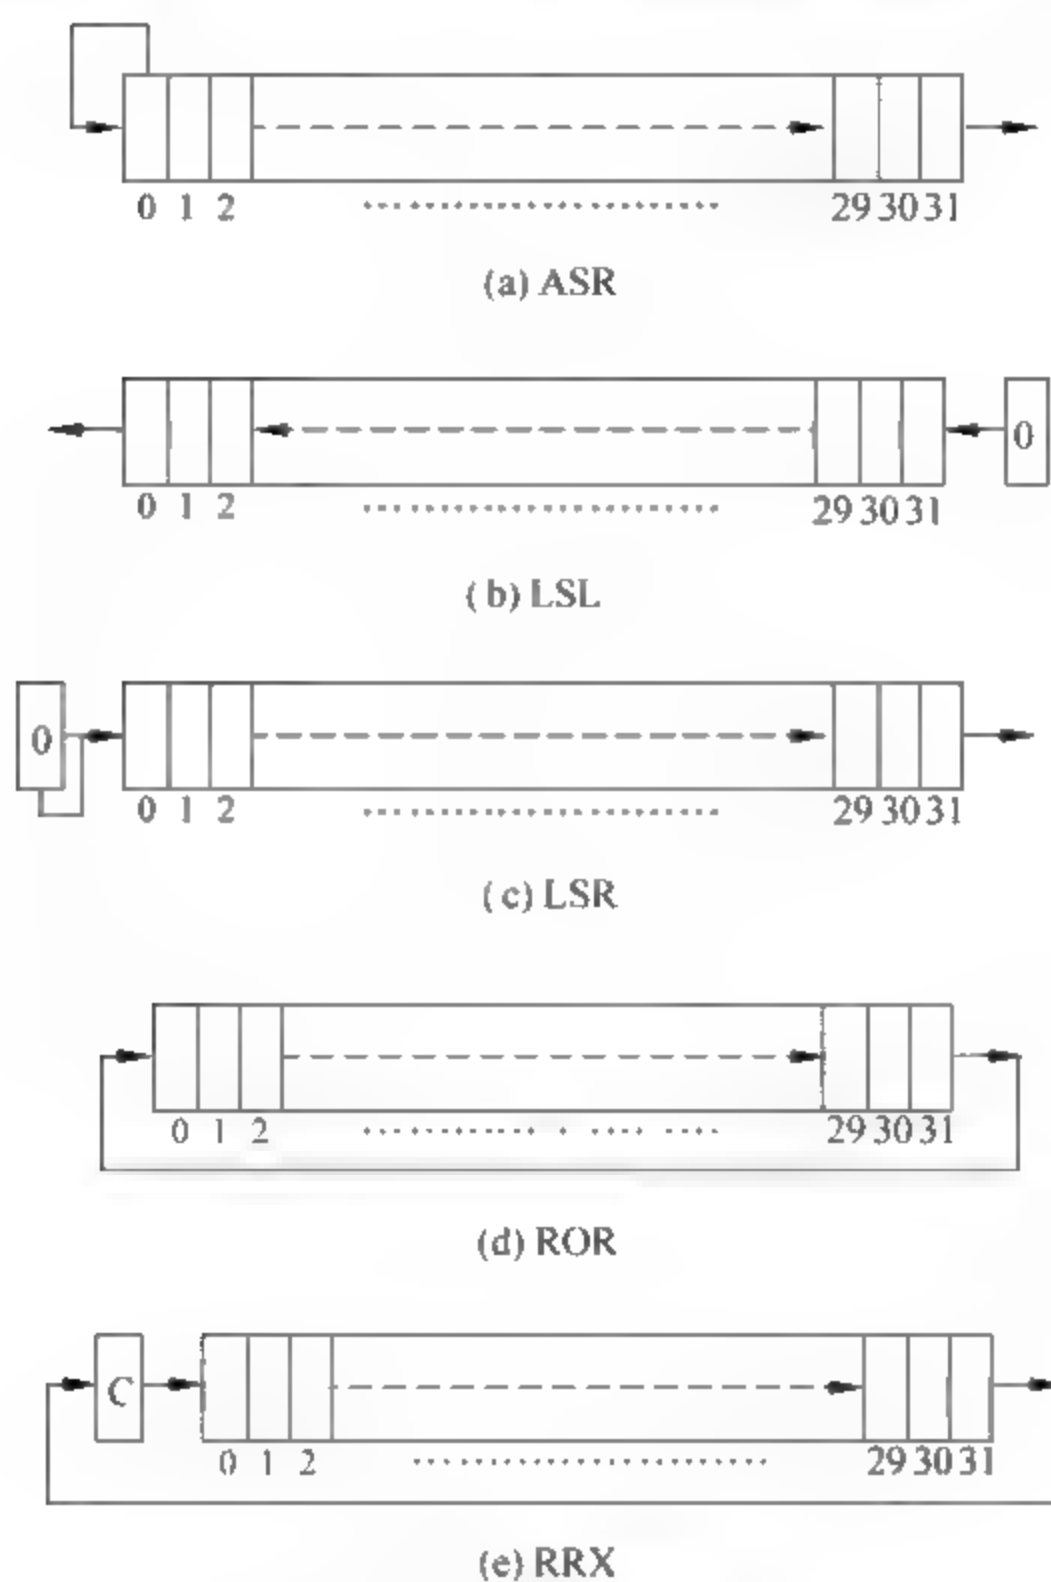

图 3-8 移位操作
- ASR 算术右移指令实现对 Rm 寄存器中的数进行右移 Rn 或 imm5 位操作,左端使用第 31 位值来补充,如图 3-8(a)所示。
- LSL 逻辑左移指令实现对 Rm 寄存器中的数进行左移 Rn 或 imm5 位操作,低位使用 0 填充,如图 3-8(b)所示。
- LSR 逻辑右移指令实现对 Rm 寄存器中的数进行右移 Rn 或 imm5 位操作,左端使用 0 填充,如图 3-8(c)所示。
- ROR 循环右移指令实现对 Rm 寄存器中的数进行右移 Rn 或 imm5 位操作,左端使用右端移出的位来进行填充,如图 3-8(d)所示。
- RRX 带进位的循环右移,左端使用进位标志 C 来进行填充,如图 3-8(e)所示。